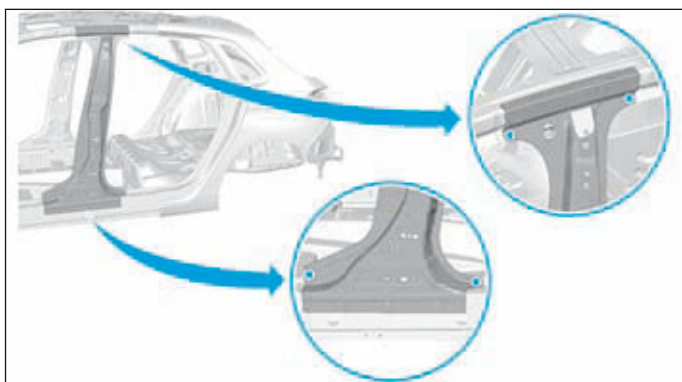

FIG.80
- points électriques (Fig.80).